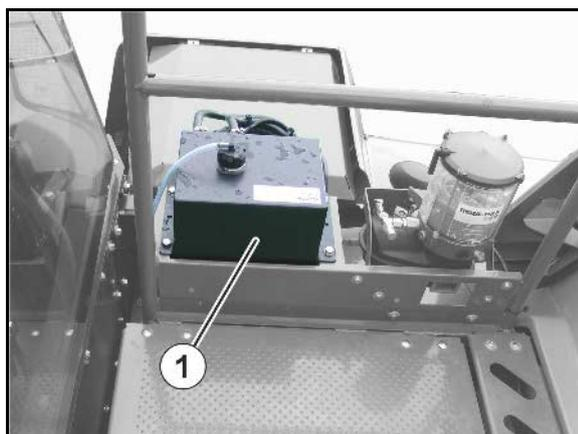

Fig. 166
1. Soltar la tuerca de mariposa de la campana del filtro (Fig. 166/1).
2. Retirar la campana del filtro y sacar el elemento exterior del filtro (Fig. 166/2).
6. Anualmente, cambiar el elemento interior del filtro (Fig. 166/3) (no limpiarlo nunca).
- o Soltar la tuerca hexagonal (Fig. 166/4) y sacar el elemento interior del filtro.